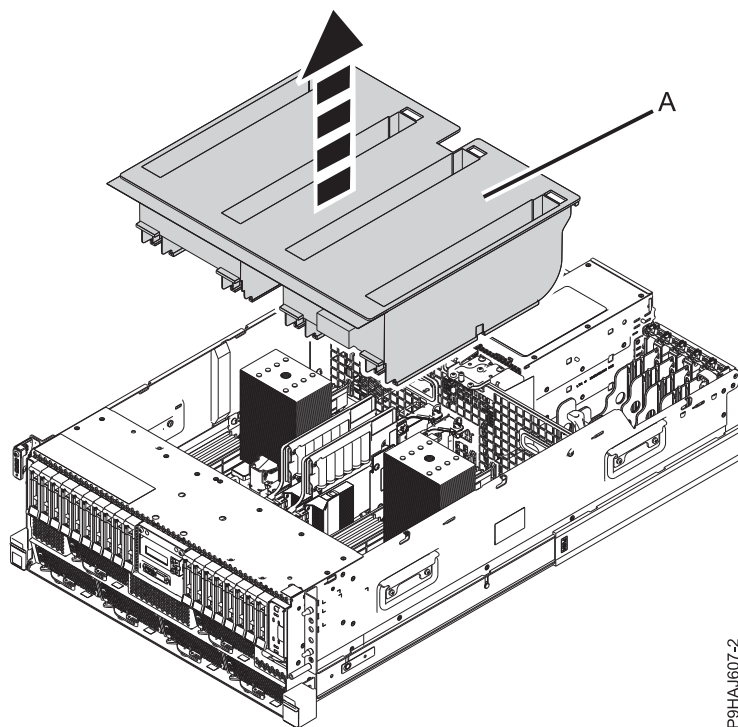
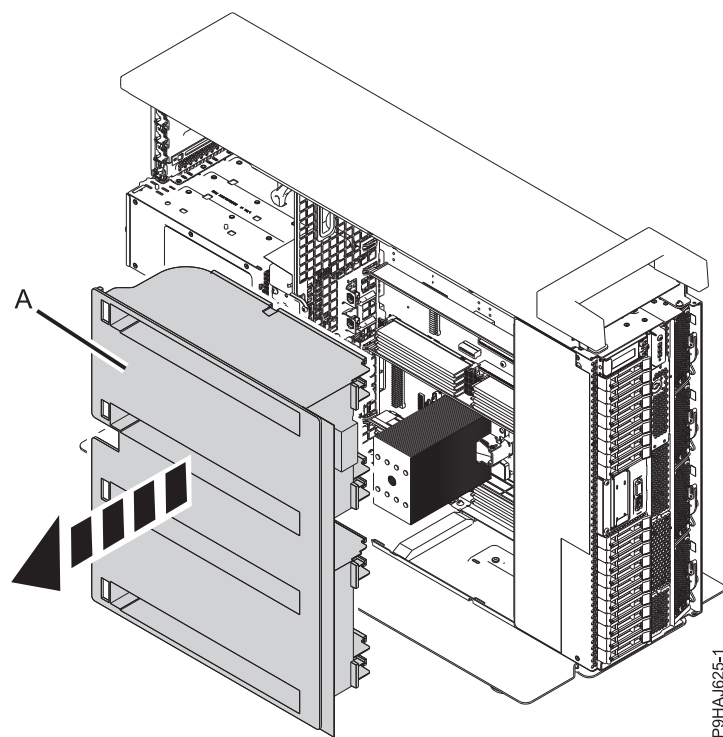

Figure 33. Retrait de la grille d'aération d'un système monté en armoire
Figure 34. Retrait de la grille d'aération d'un système autonome
2. Pour un système monté en armoire, soulevez la grille d'aération (**A**) vers le haut, comme illustré dans la figure 33, à la page 48. Pour un système autonome, retirez la grille d'aération (**A**) en la tirant vers l'extérieur, comme illustré dans la figure 34, à la page 48.